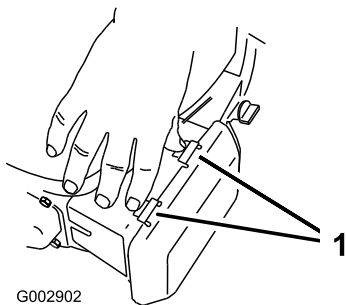

Figura 42
1. Premete sulle linguette di chiusura sul coperchio del filtro dell'aria (Figura 42).